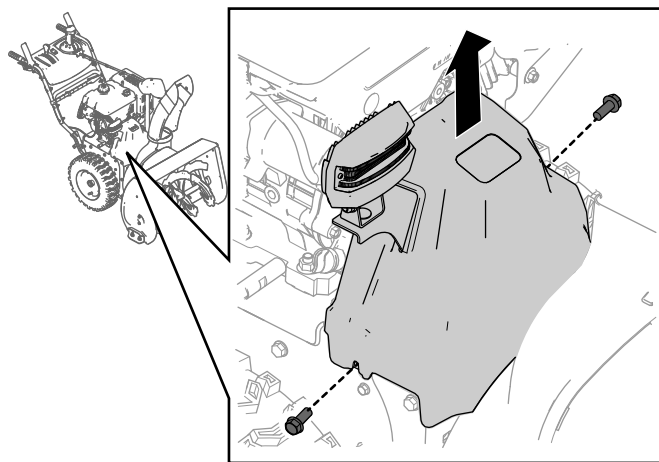

Figure 27
1. Enlevez les 2 vis de fixation du couvercle de la courroie (Figure 27).
2. Déposez le couvercle de courroie (Figure 27).